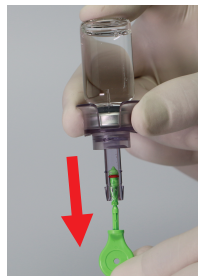

figure 7
- g) Tirez le piston vers le bas afin d'aspirer le fluide dans la seringue. Évacuez les bulles si nécessaire. Terminez le remplissage en alignant l'anneau en caoutchouc rouge avec la ligne de remplissage, comme illustré en figure 7.